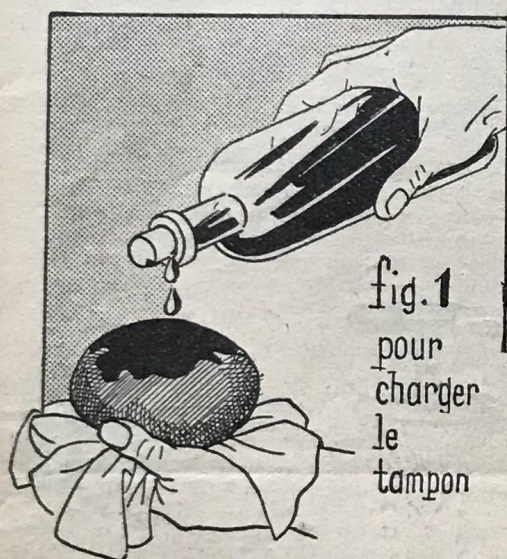

fig. 1
**A** PRÈS le remplissage, dont nous avons parlé dans un précédent article, vient le vernissage, pour lequel on emploie le même tampon, chargé de moitié de vernis et moitié alcool, comme pour le remplissage ; le tampon doit toujours être légèrement chargé en tenant la toile relevée (fig. 1). La toile étant rabattue sur le tampon, le vernis doit seulement apparaître sur la toile ; et, s'il sortait trop